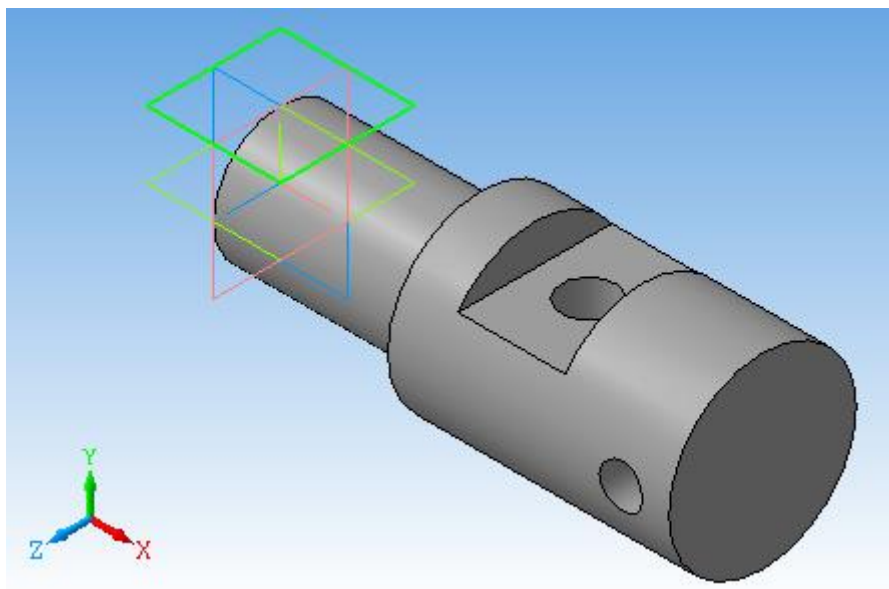
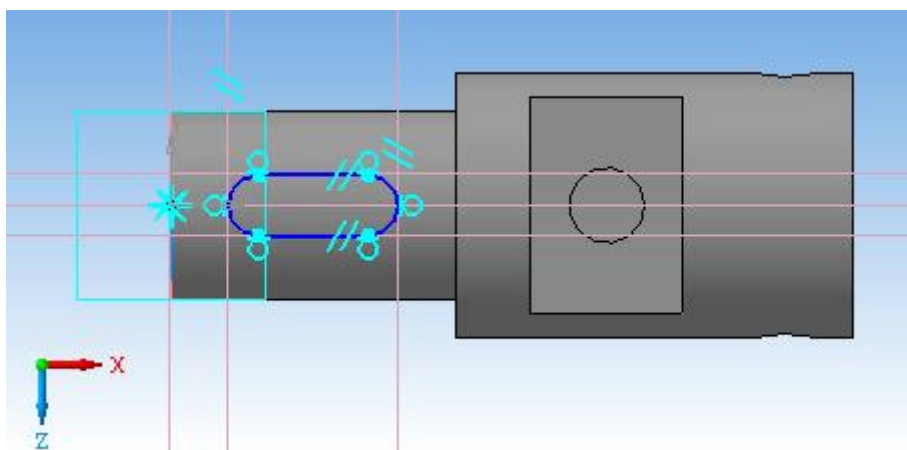

Рис. 7.11
Рис. 7.12
13. В *Дереві побудови* зробити активною зміщену площину (рис. 7.11). Увійти в режим  *Ескіз*. За допомогою команд з меню  *Геометрія* за розмірами накреслити ескіз шпонкового пазу (рис. 7.12).